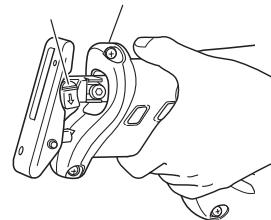
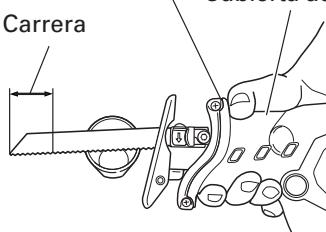

Fig. 2
Fig. 18
(1) Conecte y desconecte varias veces el gatillo interruptor de manera que la palanca pueda salir completamente de la cubierta delantera. Seguidamente, desconecte el interruptor y desenchufe el cable de alimentación. (Fig. 2)
- (1) Conecte y desconecte varias veces el gatillo interruptor de manera que la palanca pueda salir completamente de la cubierta delantera. Seguidamente, desconecte el interruptor y desenchufe el cable de alimentación. (Fig. 2)
- No desmonte la cubierta delantera (consulte la Fig. 2). Para utilizarla, sostenga firmemente con la mano la cubierta delantera. No obstante, no coloque la mano o el dedo más allá del reborde (véase imagen 18) de la cubierta superior para evitar heridas.
- Seleccione una hoja de sierra del largo más apropiado. Lo ideal sería que el largo que sobresale de la base de la hoja de sierra después de restar la carrera sea mayor que el del material (consulte las Fig. 18 y 19).